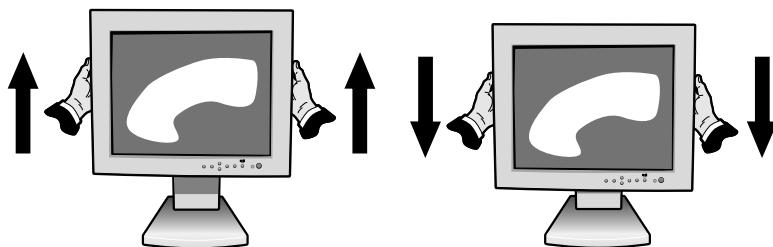

Abbildung RL.1
Der Monitor kann sowohl in Längs- als auch in Querstellung höher- bzw. tiefergestellt werden. Um den Bildschirm höher- oder tieferzustellen, legen Sie Hände auf jede Seite des Monitors und heben Sie an oder senken Sie zur gewünschten Höhe (**Abbildung RL.1**).
Bevor Sie den Bildschirm drehen, muß er auf seine höchste Position gestellt werden, damit der Bildschirm beim Drehen nicht gegen die Unterlage stoßen oder Ihre Finger einklemmen kann. Um den Bildschirm anzuheben, legen Sie Hände auf jede Seite des Monitors und heben Sie bis zur höchsten Position an (**Abbildung RL.1**).
2. Legen Sie eine Hand auf jede Seite des Monitors und heben Sie bis zur höchsten Position an (**Abbildung RL.1**).